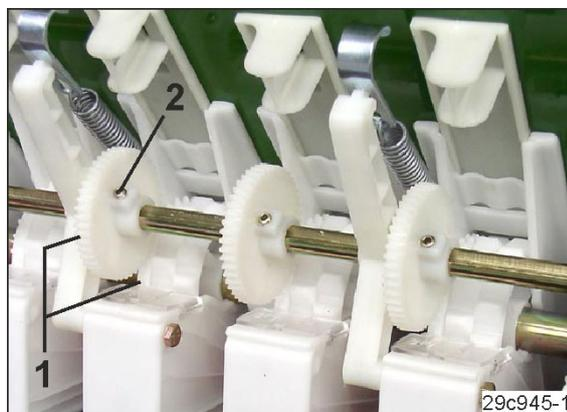

Рис. 244
6. Приведите в зацепление зубья (Рис. 244/1) ведущей шестерни и высевающих катушек технологической колеи для мелких семян.
7. Затяните без усилия винты с внутренним шестигранником (Рис. 244/1) ведущей шестерни в выемке промежуточного вала.